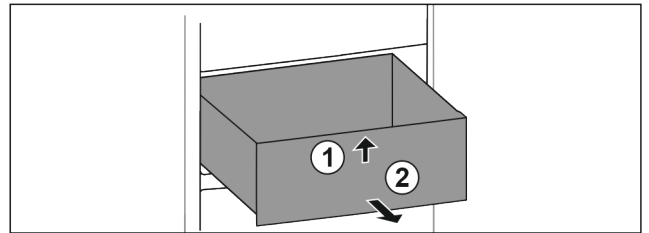

Fig. 84
- ▶ Nosta vetolaatikon etuosaa ylös. Fig. 84 (1)
- ▶ Poista vetolaatikko vetämällä eteenpäin. Fig. 84 (2)